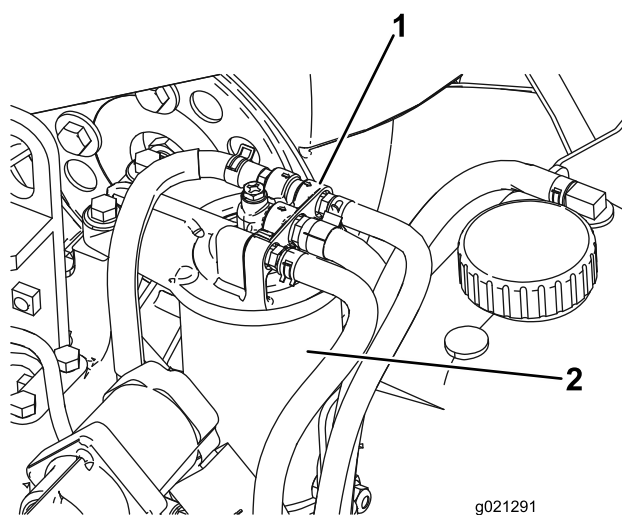

Figura 60
1. Limpie la zona alrededor de la cabeza del filtro de combustible (Figura 60).
2. Retire el filtro y limpie la superficie de montaje de la cabeza del filtro (Figura 60).